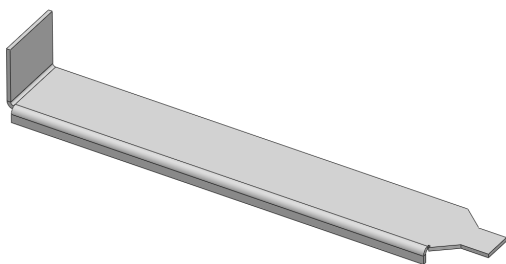

图 13-12 创建边线法兰特征
(7) 执行操作后，即可创建边线法兰特征，效果如图 13-12 所示。